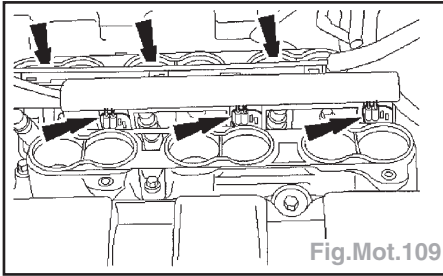

Fig.Mot.109
- débrancher le flexible de dérivation d'admission d'air (1),
- débrancher les flexibles de recyclage des gaz de carter (RGC) (2),
- déposer les clips de fixation de tuyau de sortie de filtre à air (3).
- Débrancher les connecteurs d'injecteurs (Fig.Mot.109).